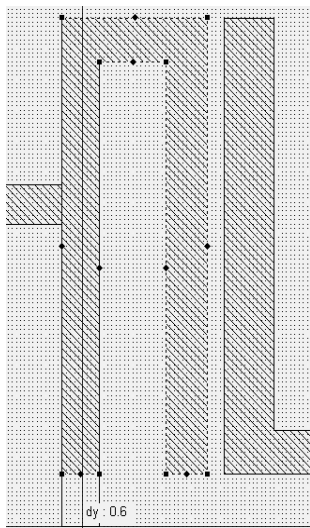

Рис. 3.99
2. Дважды щёлкните по первому резонатору. Установите курсор на ромбик посередине нижней стороны левого проводника шпильки, нажмите левую кнопку мышки и сдвиньте эту сторону на 0.6 вниз (рис. 3.99). Аналогично сдвиньте на 0.6 нижнюю сторону правого проводника первого резонатора.